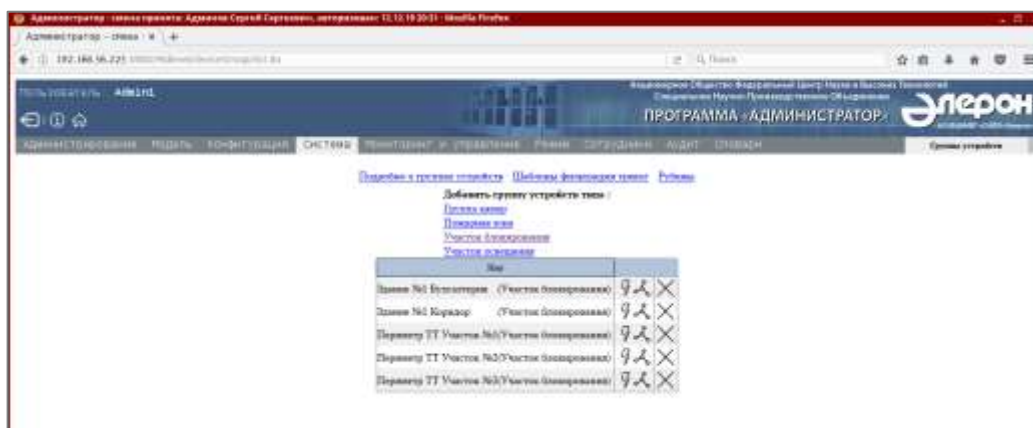

Рис. 15
2) в открывшемся бланке «Добавить группу устройств типа:» (Рис. 15) выбрать ссылку «Участок блокирования»;